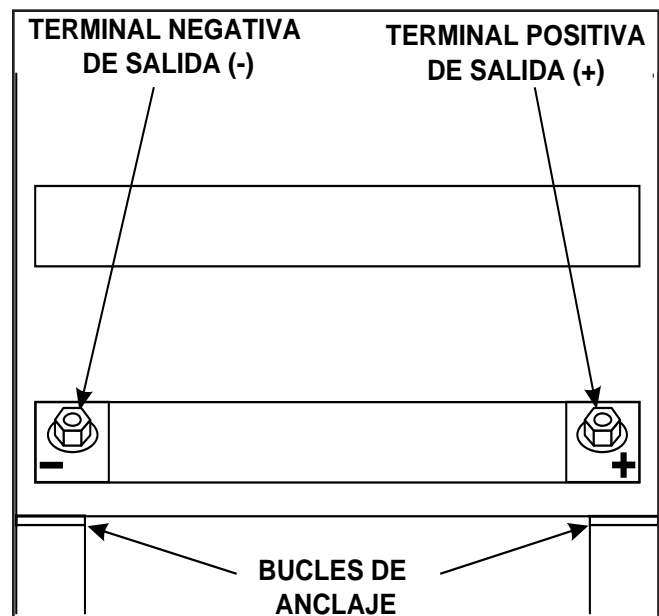

FIGURA A.9 - Terminales de Salida
2. Localice los bucles de anclaje retráctiles que se encuentran directamente debajo de las terminales de salida en las esquinas inferior derecha e inferior izquierda del ensamble del gabinete frontal. Consulte la Figura A.9.